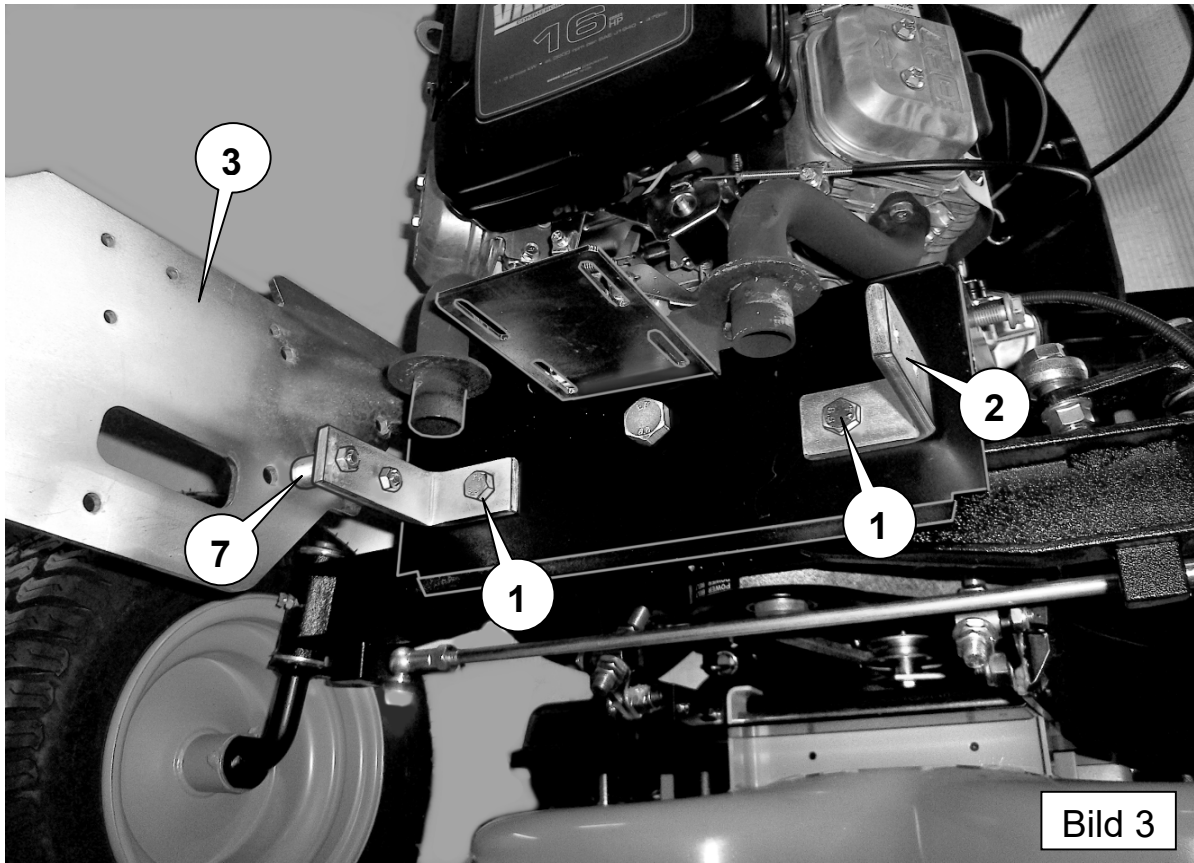
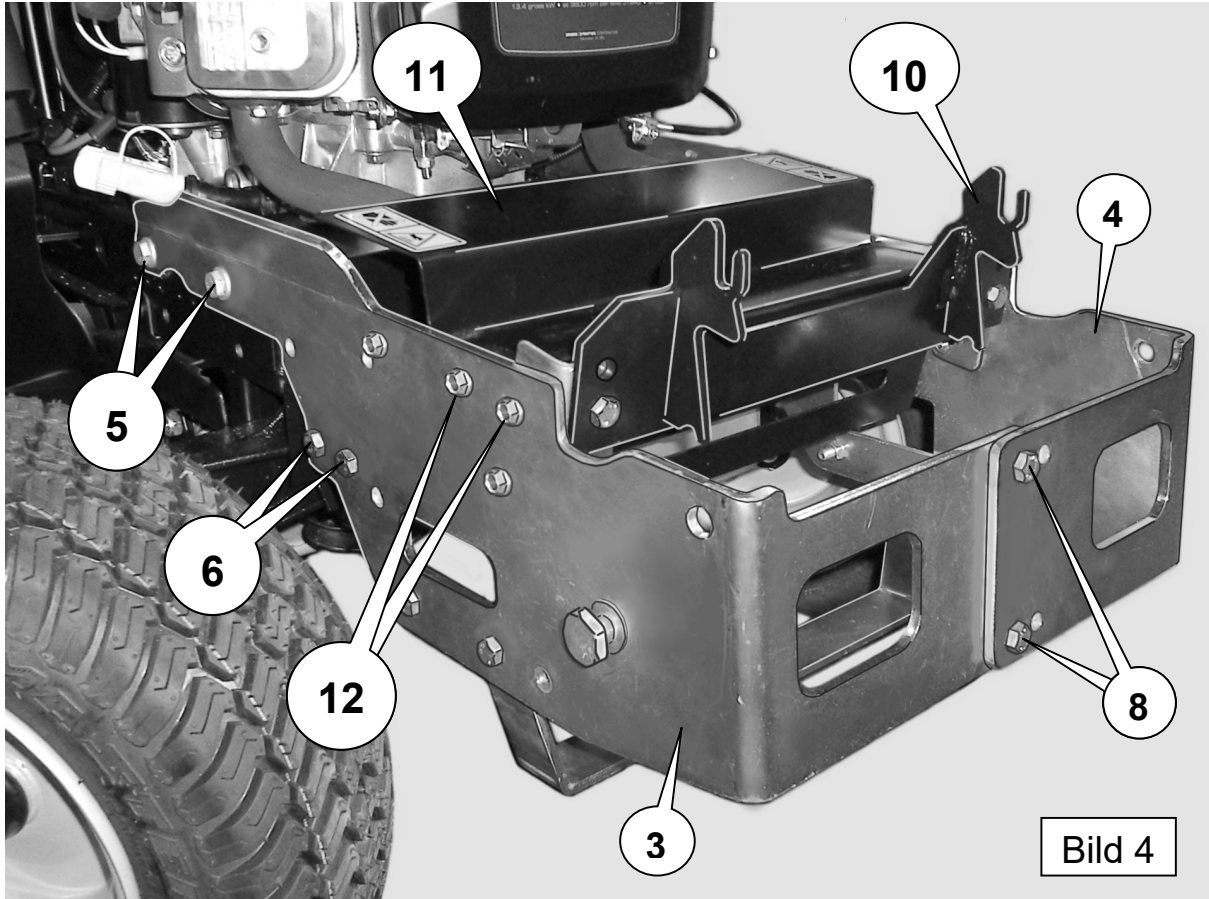

Bild 3
Bild 4
**3.4** Nun haben Sie Zugang zu den Schrauben der Pendelbegrenzung der Vorderachse (Bild 3, Pos. 1). In Fahrtrichtung vorn werden auf diesen Schrauben **Stützwinkel** (Bild 3, Pos. 2) angebracht. Entfernen Sie die Bundmutter **einer** Begrenzungsschraube. Schieben Sie diese Begrenzungsschraube mit einer Sechskantschraube M10x90 (aus dem Beipack) nach vorn heraus. Nehmen Sie die zweite M10x90 – Schraube aus dem Beipack, stecken Sie diese durch den Stützwinkel und schieben Sie die erste M10x90 wieder nach hinten durch. **Achtung** ! Im Achskörper befindet sich eine Distanzhülse, die bei dieser Methode an ihrem Platz bleibt. Auf der Rückseite befestigen Sie die Schraube mit der Bundmutter, die dort auch auf der originalen Schraube war. Wiederholen Sie diese Montage auf der anderen Seite; benutzen Sie zum ersten Durchschieben die originale Schraube vom ersten Durchgang.
**3.5** Die **Seitenteile** des Anbaurahmens (Pos. 3 und 4) werden im hinteren Bereich mit den Bundschrauben befestigt, die vorher die Stoßstange gehalten haben. (Bild 4, Pos. 5) Dann stecken Sie in den Punkten 6, von außen Sechskantschrauben M8x45 durch die Seitenteile. Zwischen den Seitenteilen und den unter Kap. 3.4 angeschraubten Stützwinkeln fügen Sie Hülsen ein (Bild 3, Pkt. 7). Von innen am Winkel montieren Sie Scheiben und **Ganzmetall**-Stopmmuttern (wegen der Schalldämpfer-Hitze).
Vorn werden die beiden Seitenteile an der Überlappung (Bild 4; Pos. 8) mit Sechskantschrauben M8x25, je einer Scheibe innen und außen und einer Stopmmutter M8 auf der Innenseite verbunden.
**3.8** Der **Haubenhalter** (Abb. 4) aus dem Beipack wird als Nächstes von vorn an die Winkel der Seitenteile gelegt. Montieren Sie Schrauben M8x20 mit einfachen Scheiben (von vorn) durch die unteren Bohrungen in der Haubenlagerung und legen Sie große Scheiben Ø8,5 auf die Langlöcher der Winkel, bevor Sie mit Stopmmuttern M8 abschließen. Ziehen Sie die Haubenlagerung ganz nach oben.
**3.9** Schließlich muss die **Schalldämpfer-Abdeckung** wieder eingebaut werden. Auch sie findet sich an der Stoßstangenbaugruppe. Bevor Sie die Abdeckung montieren, biegen Sie im Schraubstock den hinteren Blechlappen auf ca. 25° bis 30° zurück (Bild 6), damit es keinen Kontakt mit den Auspuffkrümmern gibt. Befestigt wird die Abdeckung an den Seitenteilen gem. Bild 4 in den Bohrungen Pos. 12, mit den originalen Schrauben, Scheiben, Federringen.
**Achtung:** Original ist die Abdeckung seitlich in den unteren Gewindelöchern befestigt, jetzt verwenden Sie die Oberen. Wenn die Abdeckung montiert ist, sollte es so wie in Bild 4 aussehen.